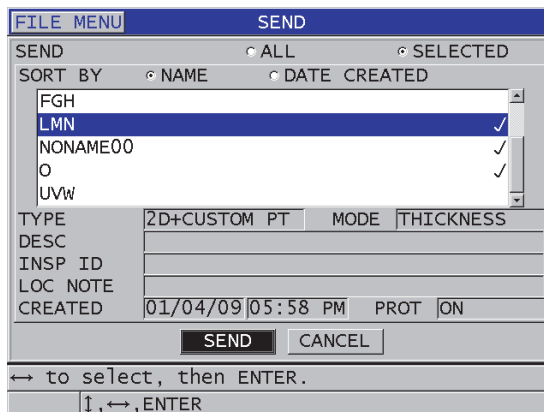

Figura 14-6 Pantalla de selección de los archivos que serán transferidos
4. En la pantalla **ENVIAR** (ver Figura 14-6 en la página 289):